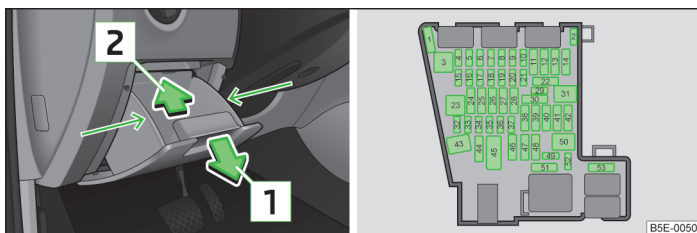

Fig. 171 Compartmento guarda objetos en el tablero de instrumentos/Representación esquemática de la caja de fusibles
- Agarra el compartimento por el lateral en la zona de la flecha » fig. 171.